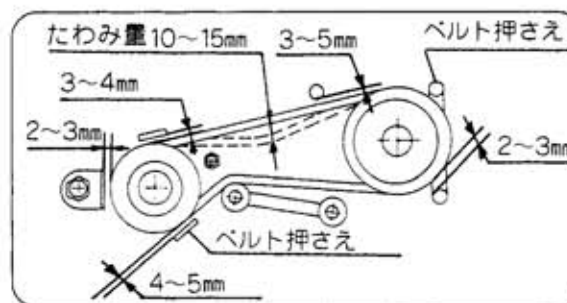

図40
- 3) ベルトの中央を指で軽く押さえて、ベルトのたわみ量が10~15mmになるようにし、またベルト押さえとベルトの間隔が2~5mm内外になるようにレバーのワイヤ調整とベルト押さえ取付ボルトをゆるめて、調節してください。(図40)